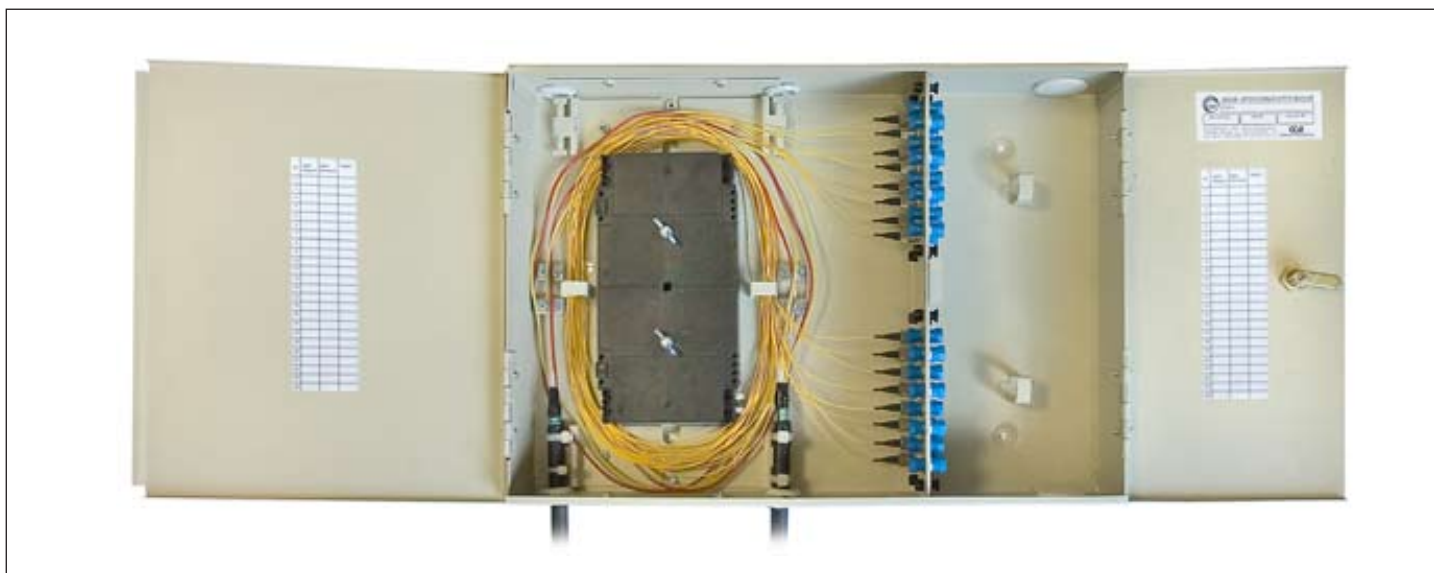

Рисунок 5.2 – Крепление крышки кассеты
5.31 Снять со шпилек гильзы защитные и установив крышку кассет, закрепить ее с помощью гаек-барашков (рисунок 5.2).